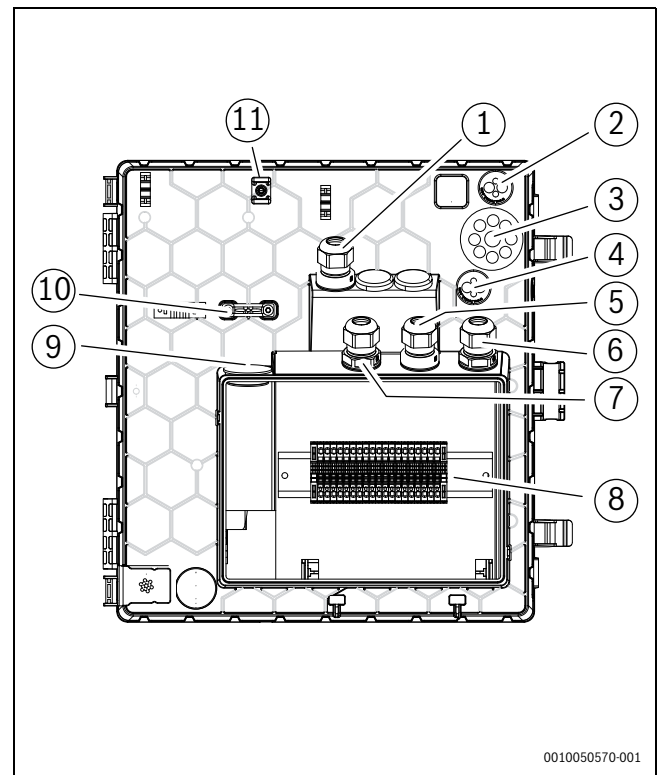

Bild 31 Kabeldurchführungen zum Klemmenkasten
3. Kabel in den Klemmenkasten führen (→Abbildung 31).
Bei Kabeldurchführungen (→Abbildung 31 [2], [3], [4], [10]) genügt ein kleiner Einstich in die Membran, dann können die Leitungen durchgeschoben werden.
- ▶ Nach dem Einführen der Kabel die Kabelverschraubungen festziehen (→Abbildung 31 [1], [5], [6], [7], [8]).
- ▶ Die festgelegten Befestigungspunkte [12] für die Befestigung der durch die Einführungen geführten Kabel verwenden (→Abbildung 31 [2], [3], [4]).